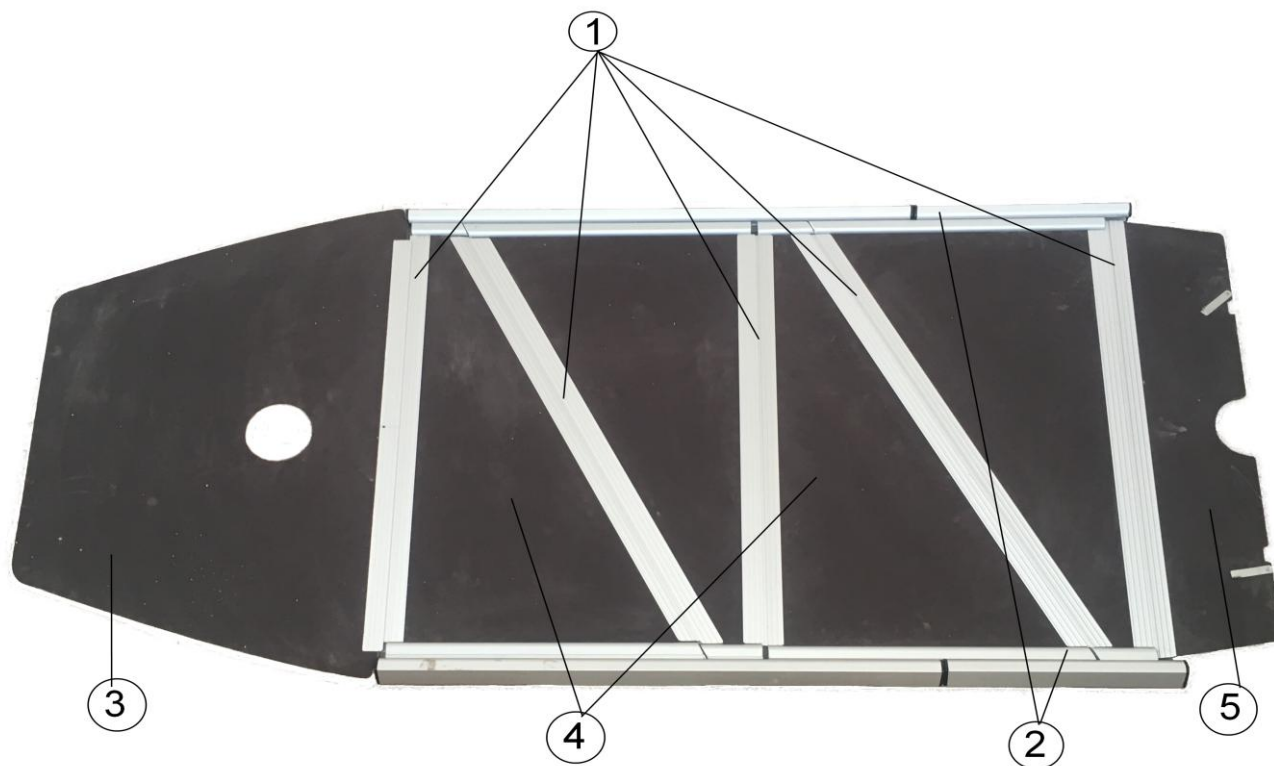

Рис.2
3.2. Жесткость конструкции обеспечивается разборным жестким настилом (Рис.2), скрепленным поперечными, диагональными и продольными направляющими из алюминиевого сплава (поз.1), стрингерами продольной жесткости (поз.2), входящими в конструкцию днища. Жесткий настил (пайол) состоит из носовой секции (поз.3) в виде трапеции с вырезом под воздушный клапан кильсона; из двух прямоугольных центральных секций (поз.4), разделенных по диагонали на две части в виде трапеций; из кормовой секции (поз.5) с вырезом под сливной клапан. Центральные секции пайола соединяются продольными стрингерами.